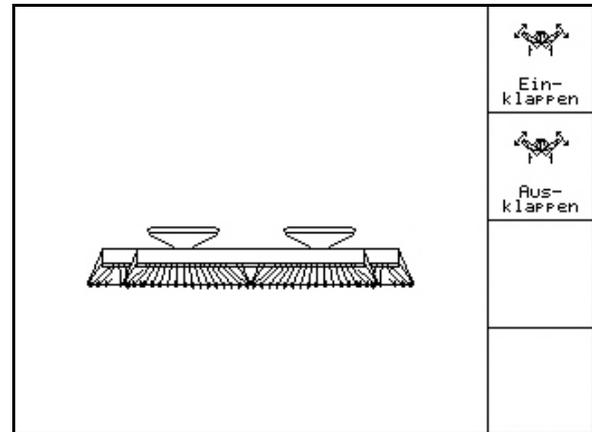

Fig. 63
-  Passez au sous-menu de basculement (Fig. 63).